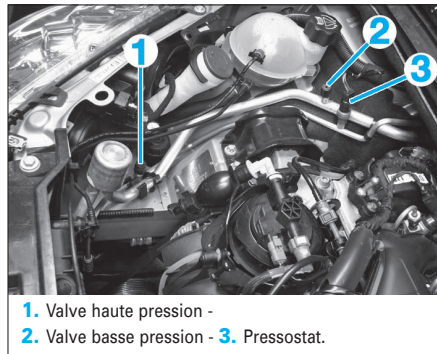

FIG. 1
- Brancher les tuyaux de remplissage/vidange de la station de charge aux valves haute (1) et basse (2) pression du circuit (Fig.1).
- Brancher la station de charge sur les valves de service (Fig.1).